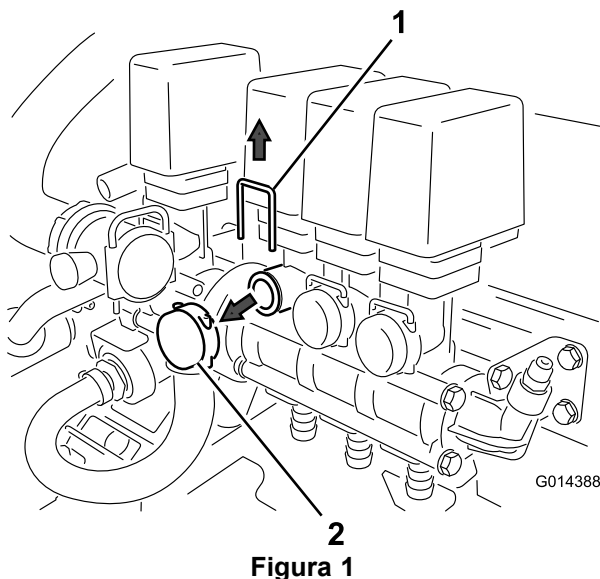

Figura 1
2. Retire os 3 pinos de ligação rápida que prendem as 3 velas nas válvulas do colectador da rampa (Figura 1).